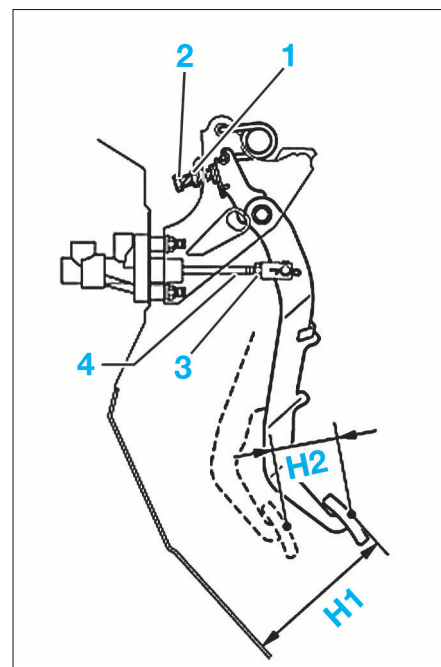

FIG. 5
- Mesurer la hauteur de la pédale "H1". Si nécessaire, desserrer le contre-écrou (1) et agir sur la vis (2) jusqu'à obtenir la hauteur de pédale préconisée. Resserrer ensuite le contre-écrou (1) (fig. 5).
- Mesurer la garde à la pédale "H2". Si nécessaire, desserrer le contre-écrou (3) et agir sur la tige de poussée (4) jusqu'à obtenir la garde à la pédale préconisée. Resserrer ensuite le contre-écrou (3).